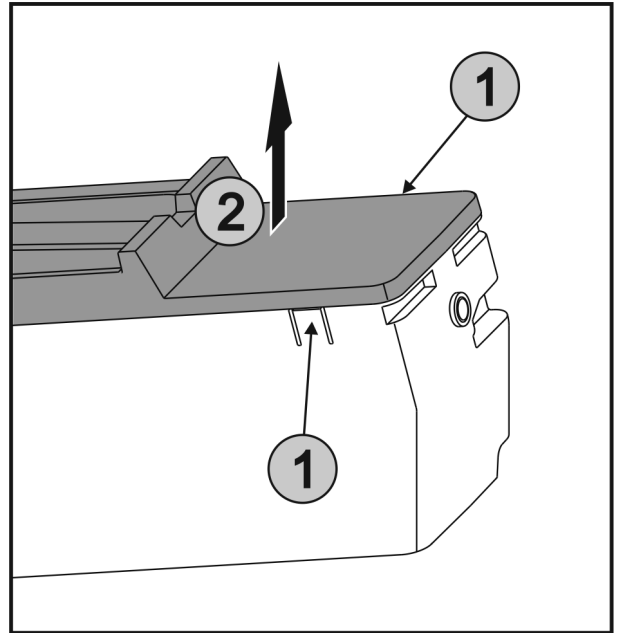

Fig. 37
- ▶ Lippen Fig. 37 (1) aan beide zijden van EasyTwist-Ice gelijktijdig indrukken en de afdekking Fig. 37 (2) omhoog verwijderen.